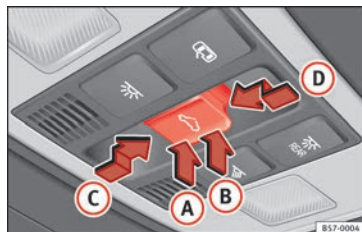

Fig. 140 Nel rivestimento interno del tetto: tasto del tettuccio di vetro.
Il tasto  fig. 140 presenta due livelli. Nel primo livello è possibile porre il tettuccio di vetro in posizione di deflettore e aprirlo o chiuderlo, completamente o parzialmente.
- *Tettuccio di vetro*: prima che siano trascorsi approssimativamente 5 secondi dall'attivazione della protezione antischiacciamento, premere il tasto **↶»»** **fig. 140** fino al secondo livello nel senso della freccia **»» fig. 140** **D** finché il tettuccio non si sarà chiuso completamente.